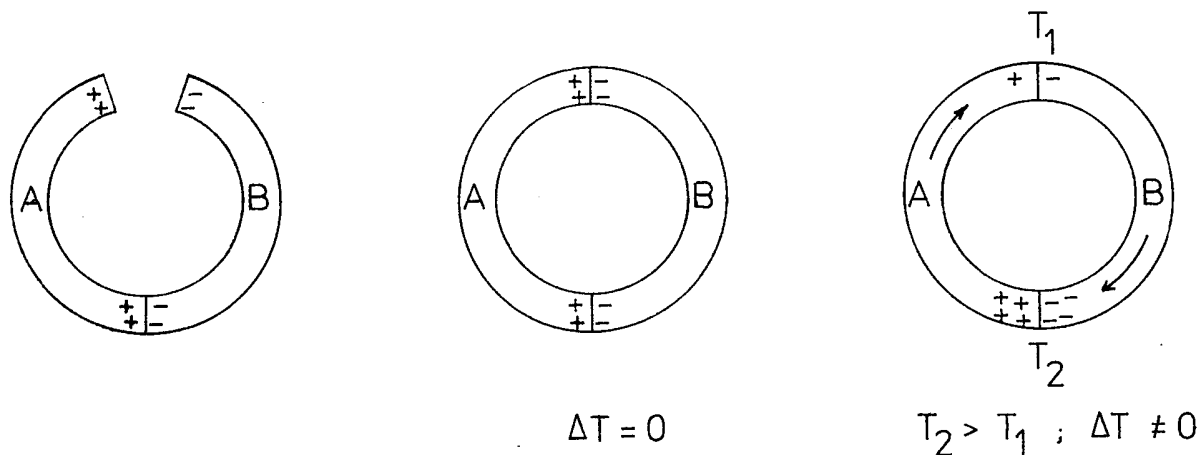

Abb. 1: Kontaktspannung an zwei sich berührenden Metallen.
Atmosphäre. Um von den thermischen Eigenschaften der zur Temperaturmessung verwendeten Stoffe unabhängig zu sein, hat man die thermodynamische Temperaturskala eingeführt. Die Festlegung dieser Skala gründet sich auf die Betrachtung eines Carnot'schen Kreisprozesses. Im Jahre 1848 erkannte W. Thomson, der spätere Lord Kelvin, daß hieraus die Existenz einer absoluten Temperaturskala folgt. Ihm zu Ehren hat heute die Temperatureinheit den Namen Kelvin (K). Ihr Nullpunkt wird als absoluter Nullpunkt bezeichnet, die von diesem Nullpunkt aus gezählte Temperatur als absolute Temperatur. Die Größe des Kelvin und der Bezugspunkt der Kelvinskala ist 1954 so festgelegt worden, daß die Temperatur des Tripelpunktes von Wasser (s. Vers. Dampfdruck von Flüssigkeiten, Abb. 1) genau 273,16 K beträgt. Zwischen der verbindlichen SI-Einheit ‚Kelvin‘ und dem praktisch noch verwendeten ‚Grad Celsius‘ besteht die einfache additive Beziehung:
Von den elektrischen Thermometern werden Thermoelemente am häufigsten zur Temperaturmessung benutzt. Sie sind sehr einfach herzustellen, haben eine sehr geringe räumliche Ausdehnung, sind verhältnismäßig trägheitsfrei und eignen sich besonders auch zur Messung von Temperaturdifferenzen. Ihre Wirkungsweise beruht auf dem thermoelektrischen Effekt (Seebeck, 1822), der die Entstehung elektrischer Spannungen durch Temperaturunterschiede an den Kontaktstellen zweier verschiedener Metalle erklärt (Abb. 1).